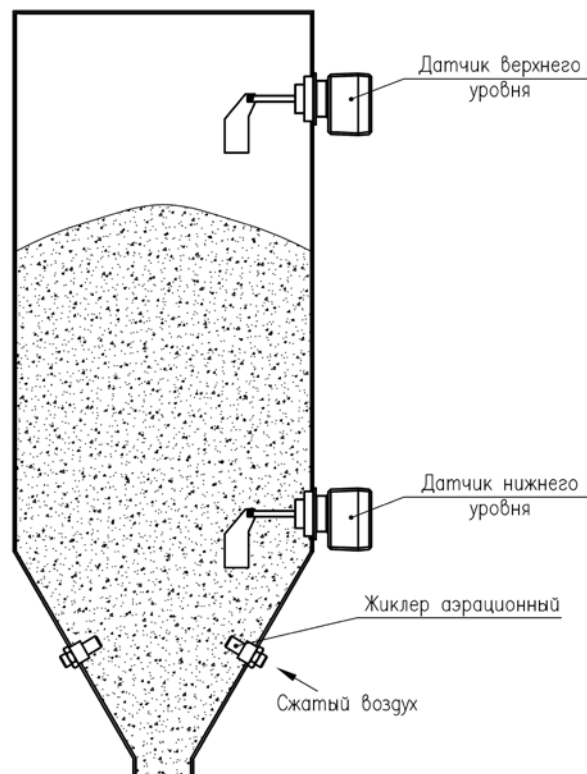
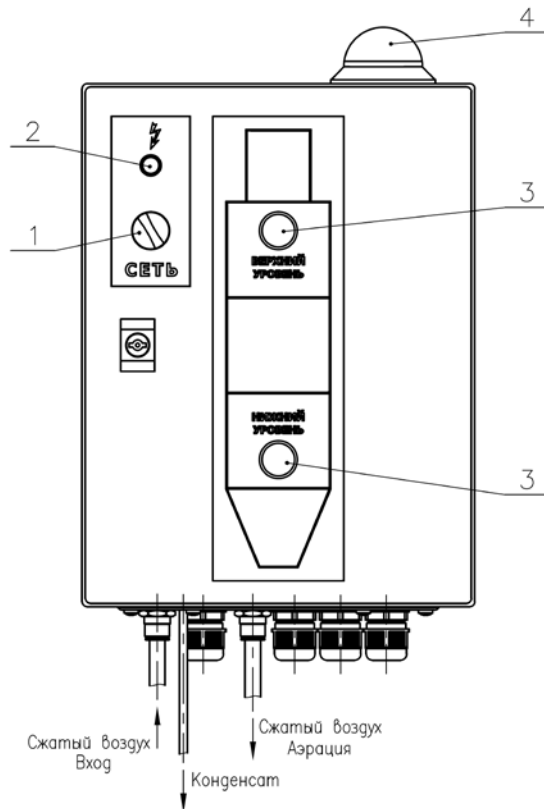

Рис.2 Расположение датчиков уровня цемента и системы аэрации
Рис.3. Панель управления щита монтажного
3. Подвести электропитание 380в с заземленной нейтралью для подключения электрооборудования силоса в соответствии с электрической схемой рис.3.
От автоцементовоза через рукав, присоединенный к наконечнику цементопровода, цемент под давлением поступает внутрь силоса. Закачка производится до срабатывания верхнего датчика уровня цемента, при этом загорается соответствующий световой сигнал красного цвета на монтажном щите, сопровождаемый звуковым сигналом. Срабатывание нижнего датчика уровня, сопровождаемое световым и звуковым сигналом на монтажном щите, означает, что в силосе заканчивается цемент. Расположение датчиков уровня цемента показано на рис.2. Монтажный щит (рис.3) крепится на раме силоса.